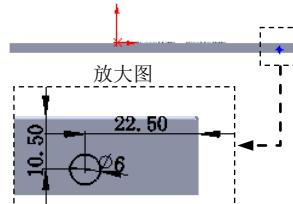

图 17.7.89 横断面草图
- ① 定义孔的深度。在“孔”对话框 **方向1** 区域的下拉列表中选择 **完全贯穿** 选项。
- ② 定义孔的直径。在 **方向1** 区域的 文本框中输入数值 6.0。
- (4) 单击 按钮，完成孔 3 的创建。
- (5) 编辑孔的定位。在设计树中右击 **孔3**，在系统弹出的快捷菜单中单击 命令，进入草图环境；绘制图 17.7.89 所示的横断面草图。单击 按钮，退出草图环境。